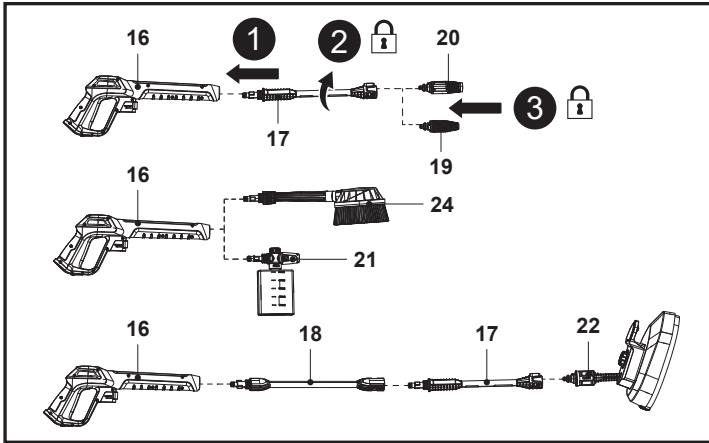

Fig. 5
1. Alinee e inserte la lanza de prolongación (17) en el orificio de la pistola pulverizadora (16) (Fig. 5, paso 1).
2. Presione y gire a mano la lanza de prolongación (17) hacia la derecha contra la pistola pulverizadora (16) hasta que quede fijada en su sitio (Fig. 5, paso 2).
3. Alinee las dos pestañas de la boquilla con las ranuras de la lanza de prolongación (17) y, a continuación, inserte la boquilla turbo (19) o la boquilla variable (20) hasta el final (Fig. 5, paso 3).
4. Alinee las dos pestañas de la boquilla de la botella de detergente (21) o el cepillo giratorio (24) con la pistola pulverizadora (16) y, a continuación, presione y gire a mano la boquilla de la botella de detergente (21) o el cepillo giratorio (24) hacia la derecha contra la pistola pulverizadora (16) hasta que queden fijados en su sitio.
5. Puede montar el cepillo de patio (22) en la lanza de prolongación (17) y, a continuación, montar la combinación directamente en la pistola pulverizadora (16) o con la barra de extensión (18).